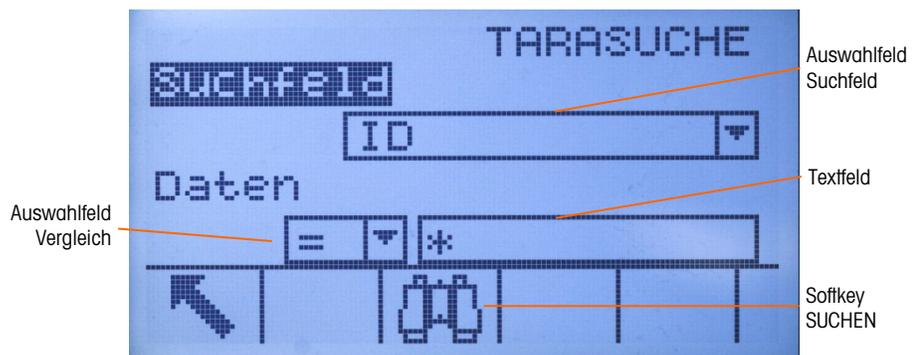

Abbildung 2-21: Suchbildschirm (Taratabelle)
1. Drücken Sie die Softkey BERICHTE . Der Bildschirm „Berichte“ wird eingeblendet (siehe Abbildung 2-21).